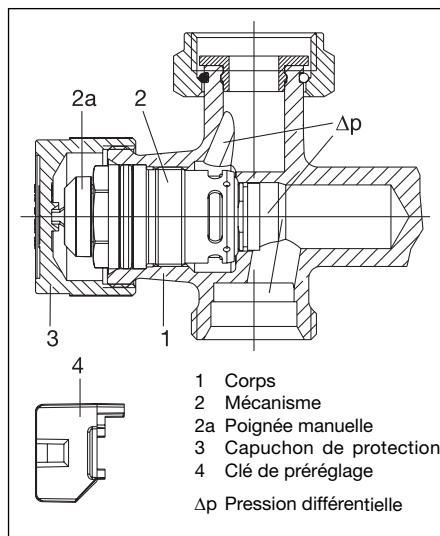

Fig. 7 Conception du robinet thermostatique
Le débit maximal peut être réglé à l'aide de la clé de préréglage (pos. 4, fig. 7) (voir paragraphe 6.2.2).
Avec l'appareil de mesure raccordé, la pression différentielle disponible au corps de robinet est mesurée. Pour ce faire, dévisser le mécanisme (pos. 2, fig. 7) à l'aide du «Demo-Bloc» et effectuer une mesure avec la tige pour mesurer la pression différentielle. Dès que la pression différentielle mesurée atteint un niveau supérieur ou égal à la pression différentielle Δp min. (voir 4.1), elle est assez élevée pour permettre la régulation automatique du débit par le robinet.
Le raccord est livré avec un capuchon de protection plastique (pos. 3, fig. 7) protégeant la tige du robinet et servant au réglage manuel du robinet thermostatique pendant les travaux de construction.
Procéder au préréglage selon la valeur souhaitée à l'aide de la clé de préréglage (pos. 4, fig. 7). Le préréglage ne peut être effectué qu'à l'aide de la clé de préréglage fournie qui est montée sur la poignée manuelle (pos. 2a, fig. 7). Cela évite tout risque de dérèglement de la valeur réglée par des personnes non autorisées.
Dans ce cas, dévisser le mécanisme (pos. 2, fig. 7) du corps (pos. 1, fig. 7) à l'aide du «Demo-Bloc» sans vidanger l'installation.